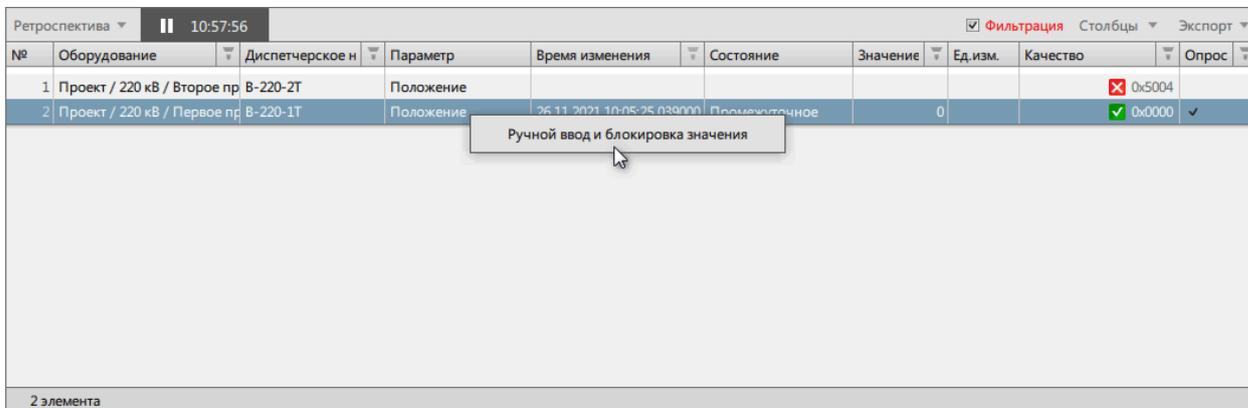

Рисунок 179 - Ручной ввод и блокировка значений
2. Нажмите **к м** по сигналу в таблице текущих данных и выберите **Ручной ввод и блокировка значения** (Рисунок 179).